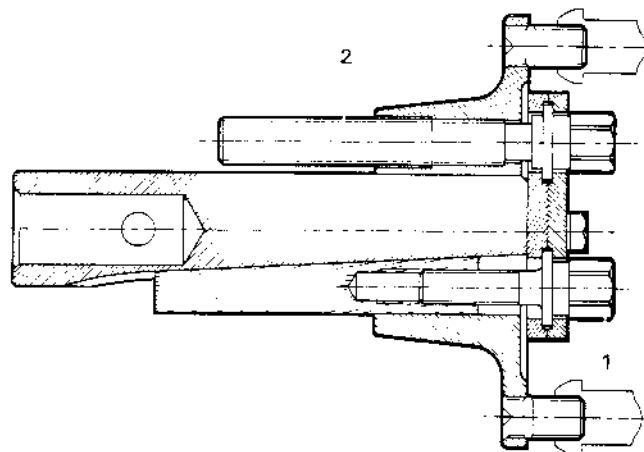

FIG. 7
- débloquer le moyeu en desserrant de 2 tours dans le sens inverse des aiguilles d'une montre la vis de blocage (1) FIG. 7.
- agir sur la vis (2) FIG. 7, opposée à la vis de clavette pour écarter ou resserrer la roue,
- resserrer la vis de blocage du moyeu (1) FIG. 7